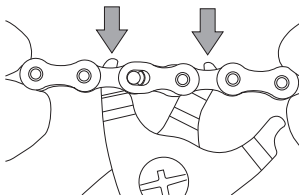

Abb.10
- Setzen Sie das Werkzeug zum Öffnen des Steckglieds, dessen Zähne eine Stärke von weniger als 1,8 mm aufweisen, in die Innenglieder neben dem C-Link™ ein (**Abb. 10**).